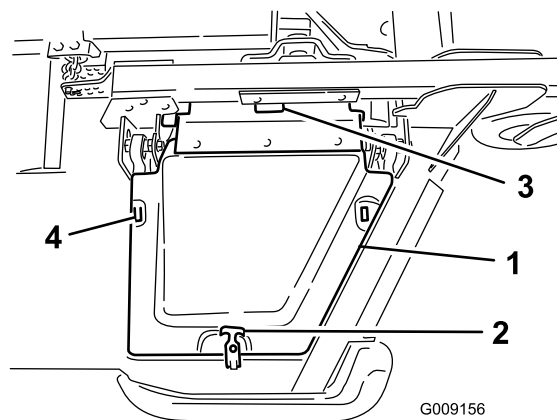

Bild 6
8. Setzen Sie die Flügelmäherabdeckung auf und befestigen Sie sie mit dem Gummriegel (Bild 6).